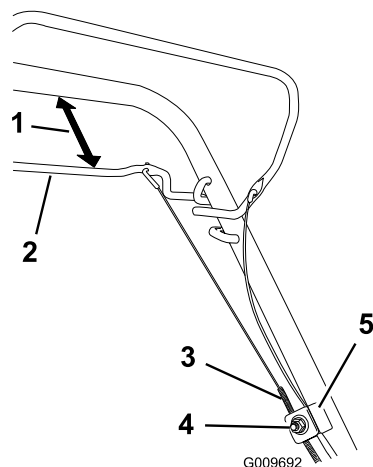

Figure 27
- Desserrez l'écrou du support de guidage du câble (Figure 27).
- Maintenez la barre de commande d'autotraction à 25 à 38 mm du guidon (Figure 27).
- Tirez la gaine du câble vers le bas (vers la tondeuse) pour éliminer le mou du câble (Figure 27).